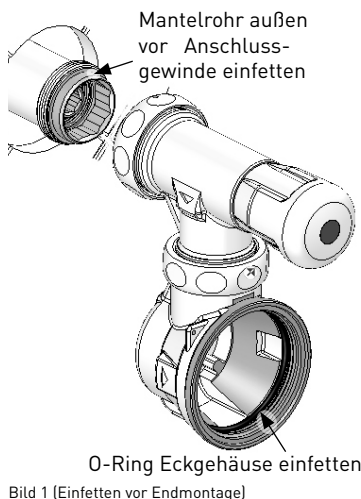

Bild 1 (Einfetten vor Endmontage)
- **ACHTUNG!** Vor der Endmontage Dichtflächen und Dichtungen prüfen, ggf. reinigen. Folgende Bereiche mit beiliegendem Fett einfetten - **KEIN FERMIT VERWENDEN** (Bild 1):